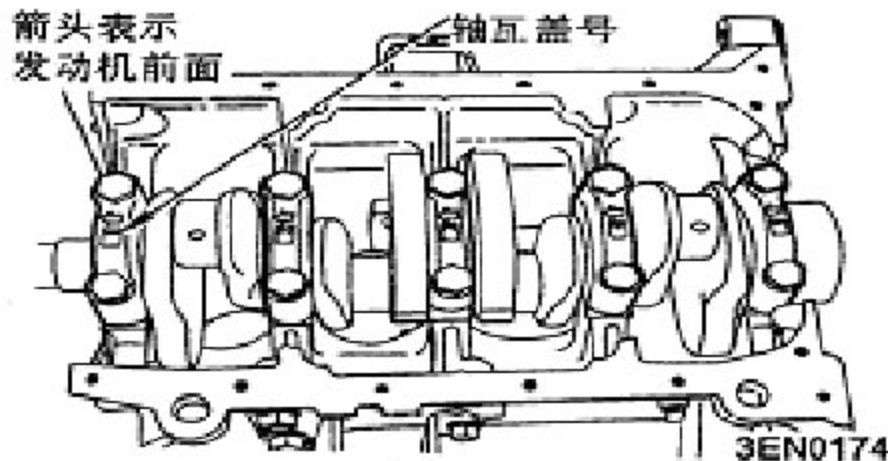

图 3-66
A). 如图 3-66, 在每个轴承盖的表面上有轴承盖号和一个箭头, 从正时皮带侧开始, 依号数次序安装轴承盖, 箭头必须指向正时皮带侧。